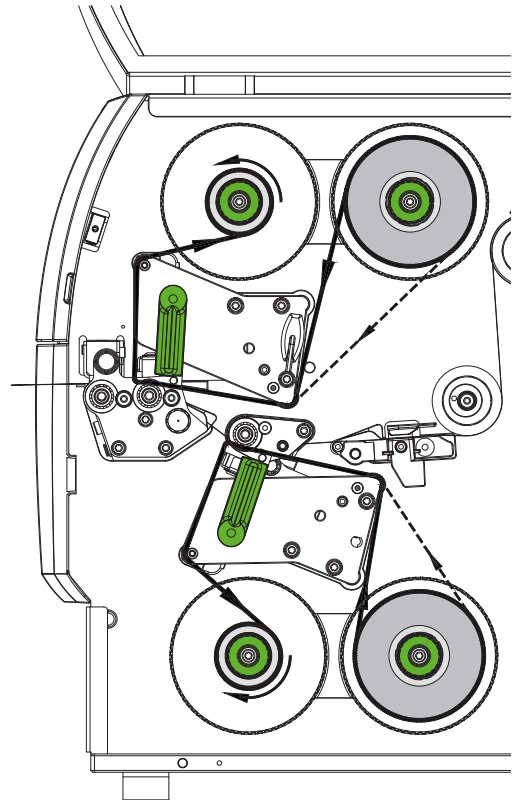

Figura 18 Paso del ribbon
2. Girar la palanca (6) en sentido antihorario para elevar el cabezal de impresión superior.
3. Desplazar el carrete de ribbon (1) sobre el desbobinador (2) de tal forma que el recubrimiento de color del ribbon se oriente hacia abajo al desbobinar.
4. Posicionar el carrete de ribbon (1) sobre el desbobinador de tal forma que ambos extremos del carrete se sitúen en los mismos valores de la escala.
5. Sujetar el carrete de ribbon (1) y girar el botón giratorio (3) del desbobinador en sentido antihorario hasta que el carrete quede fijo.
6. Deslizar el núcleo adecuado (4) en el rebobinador de ribbon (5) y colocar del mismo modo que el carrete de ribbon y fijarlo.
7. Guiar el ribbon a través del mecanismo de impresión tal y como se muestra en la figura 18. La línea continua es para ribbons con recubrimiento con lado de tinta interior, la línea punteada es para ribbons con recubrimiento con lado de tinta exterior.
8. Fijar el inicio del ribbon centrado en el núcleo de ribbon (4) usando cinta adhesiva. Tener en cuenta el sentido de giro del rebobinador de ribbon en sentido antihorario.
9. Girar el rebobinador de ribbon (5) en sentido antihorario para alisar el paso del ribbon.
10. Girar la palanca (6) en sentido horario para bloquear el cabezal de impresión.
11. Abrir la tapa (8) y colocar el ribbon de igual modo en la unidad de impresión inferior (7). Aquí se aplican las indicaciones de dirección opuestas a la unidad de impresión superior, con excepción del sentido de giro de los botones giratorios.